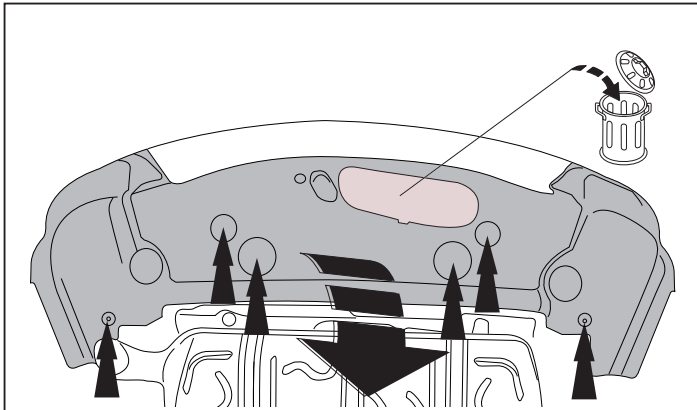

Fig. 2
2. Снять / Установить пластмассовую закрывающую пластину снизу в середине. (см. рис. 2).